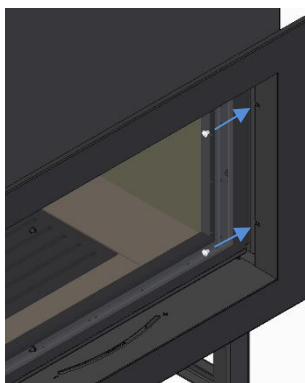

Figura 47
- c) Fixar o aro na posição correta usando 2 parafusos de cada lado, apertá-los um pouco primeiro a partir do lado de dentro do aro e de seguida, apertá-los na totalidade para assegurar que o anel está centrado o máximo possível, Figura 47.